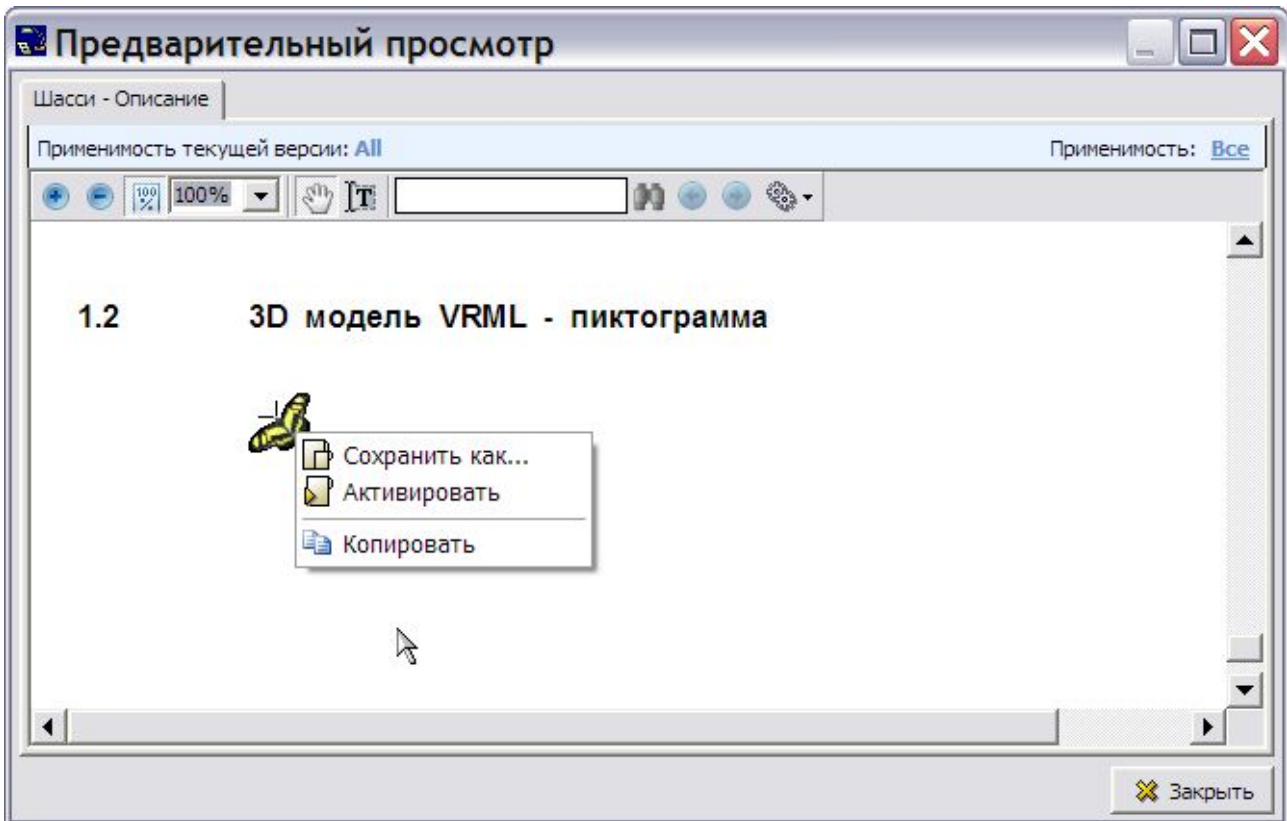

Рис. 3.196
1. На стандартной панели инструментов выберите инструмент **Просмотр** . При этом откроется диалоговое окно **Предварительный просмотр** с пиктограммой (Рис. 3.196).
2. Нажмите правой кнопкой мыши на пиктограмму. При этом появится меню, позволяющее сохранить объект, посмотреть его или копировать (Рис. 3.196).